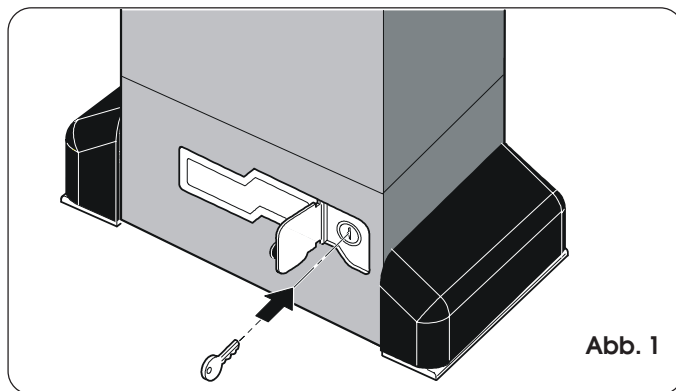

Abb. 1
- 2) Die Schutzklappe öffnen und den entsprechenden, im Lieferumfang des Schlosses enthaltenen Schlüssel einführen, laut Angaben in Abb. 1.